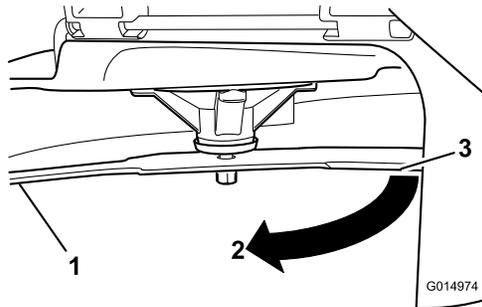

Figura 47
3. Segunda distancia medida entre cuchilla y superficie (B)
4. Gire la misma cuchilla 180 grados de manera que el otro extremo esté en la misma posición (Figura 47).